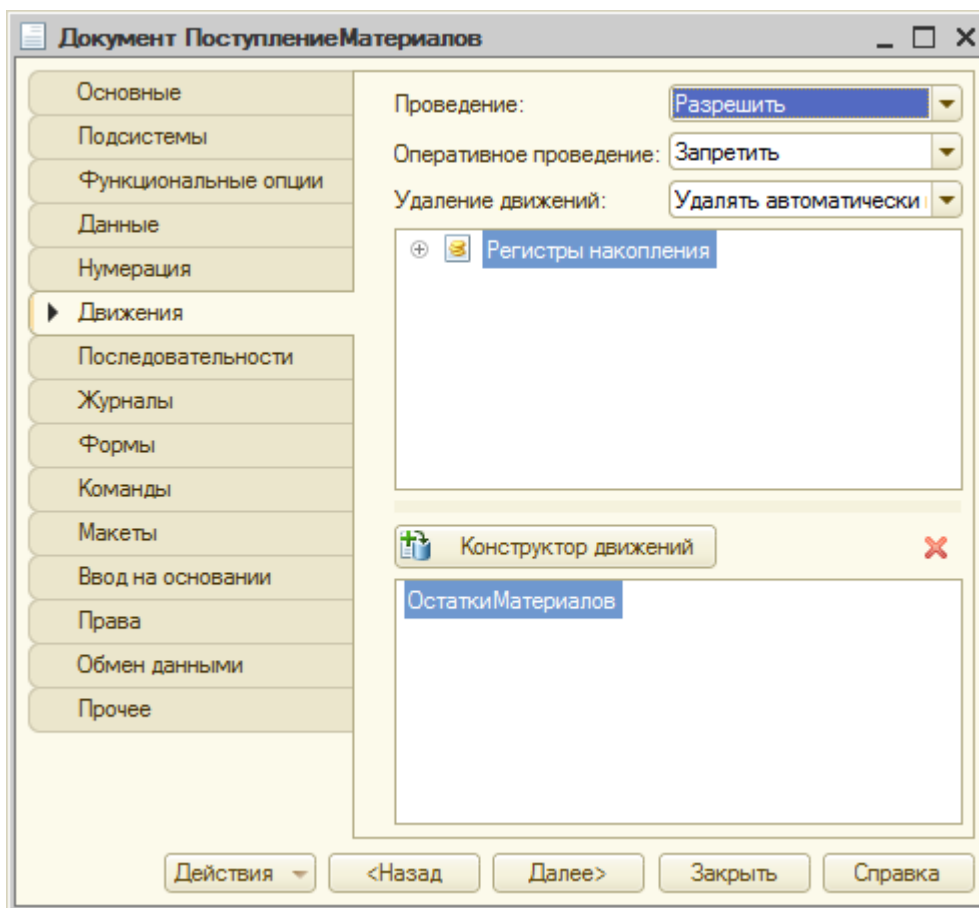

Рисунок 12.3. Документ ПоступлениеМатериалов, вкладка Движения
6. Откроем окно редактирования документа **ПоступлениеМатериалов**, перейдем на вкладку **Движения** (Рисунок 12.3.) и нажмем на кнопку **Конструктор движений**